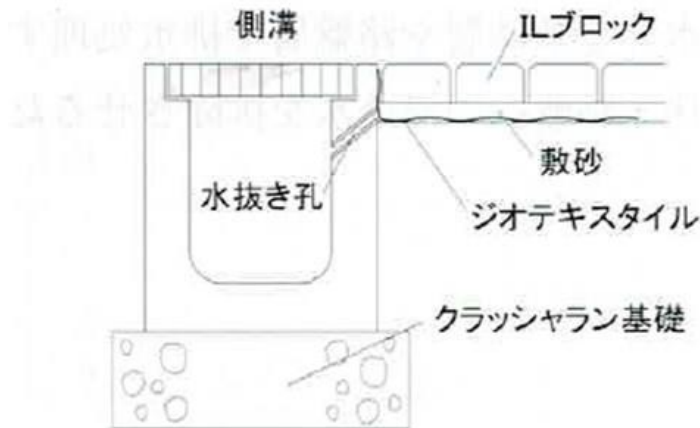

図2 側溝に水抜き孔を設けた排水処理例
- ① 側溝の側面に縦断方向20mピッチで水抜き孔をあけます。敷砂はジオテキスタイルを立ち上げて水抜き孔に流れ込まないように施工します(図2)。